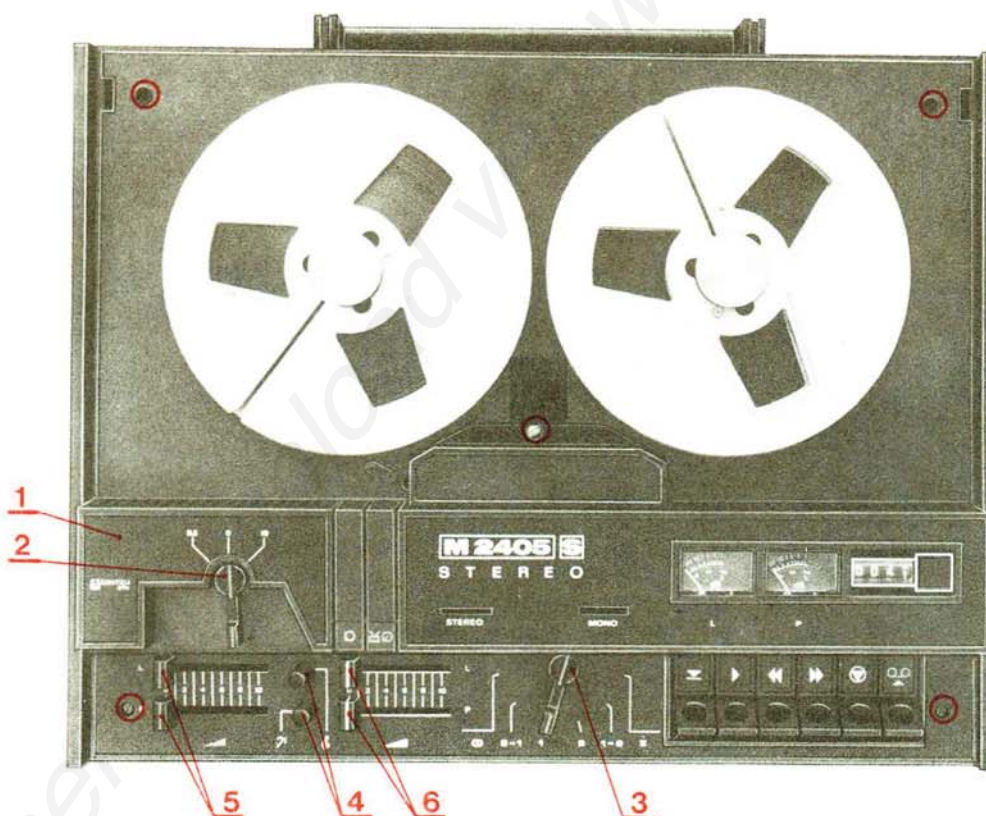
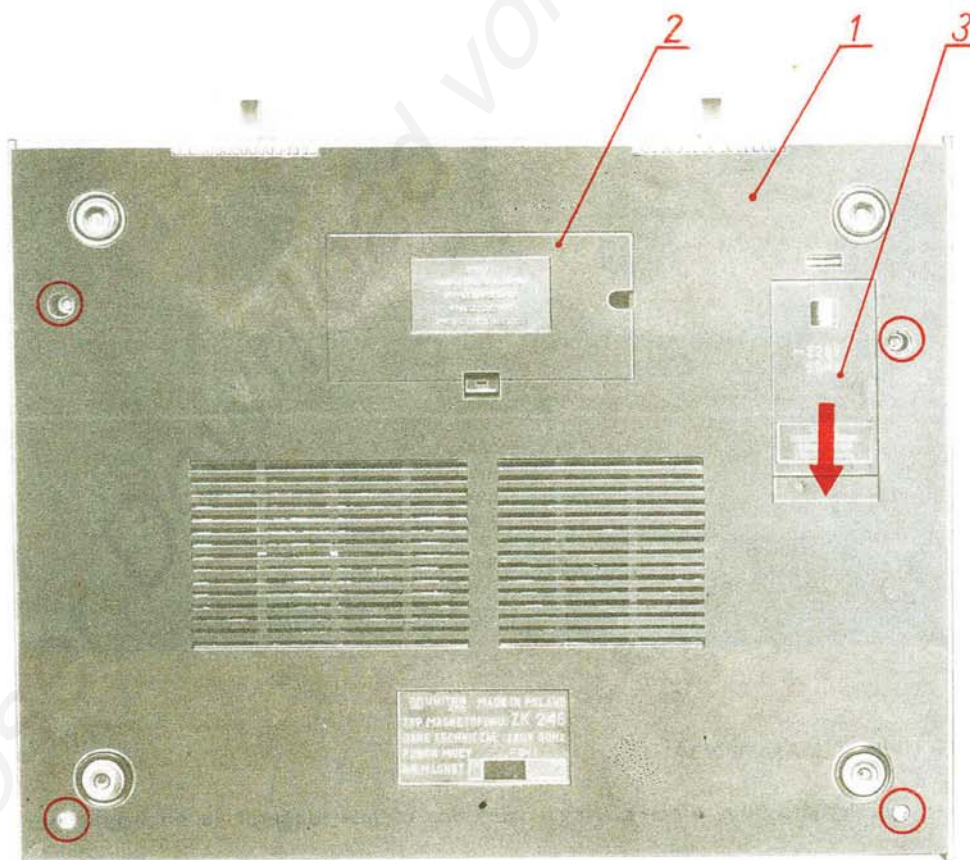

Bild 1
Bild 2
Die allgemeine Ansicht des Magnettongeräts M 2405 S ist im Bild 1 gezeigt.
- zum Sicherungswechsel ist der im Bild 2 gezeigte Deckel (3) in Pfeilrichtung wegzuschieben.
- die fünf im Bild 1 durch Umringung gekennzeichneten Schrauben herausschrauben, den Knebel des Geschwindigkeitsumschalters (2) und den Knebel des Spurenschalters (3), sowie die Betätigungsgriffe der
- Einstellwiderstände (4), (5) und (6) abziehen, die Bandspulen entfernen und die obere Deckplatte (1) mitsamt der Haube abheben;
- die vier im Bild 2 gekennzeichneten, umringten Befestigungsschrauben heraus-schrauben, die Bodenplatte (1) entfernen, dabei die Netzanschlussleitung durch den Durchbruch im Kabelfach (2) herausfädeln;